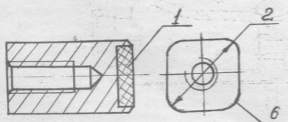

Рис. 1. Клапан I ступени
66. Установить на корпус редуктора прокладку 2 (рис. 1), фланец 3, одеть на шпильки, шайбы и пружинные шайбы, навернуть и затянуть гайки крепления. (Головка сменная 10 мм, ключ).